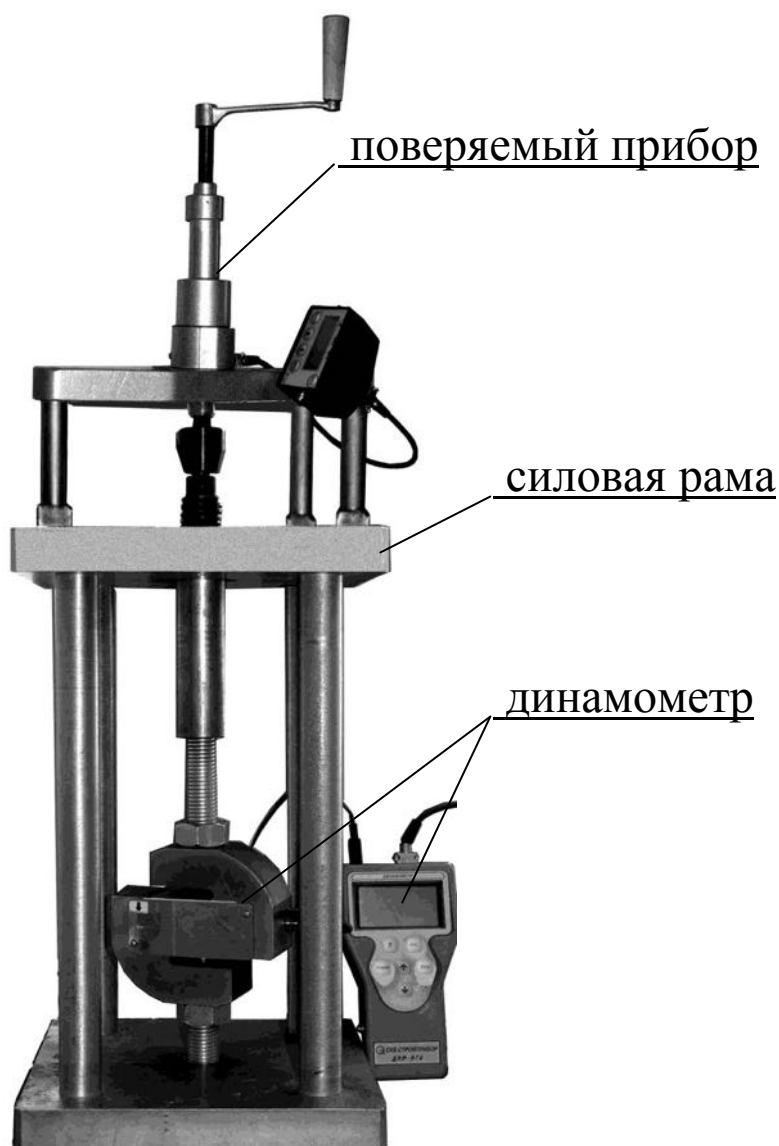

Рисунок 11 – Установка прибора при поверке
4.5.4.1 Динамометр устанавливают между нижней и верхней плитой силовой рамы, поверяемый прибор устанавливают опорами на верхнюю плиту силовой рамы. Схема установки прибора при поверке приведена на рис. 11. Вращая регулировочную гайку по часовой стрелке, выбирают зазоры в винтовых соединениях, включают питание и производят автоподстройку прибора согласно руководству по эксплуатации.